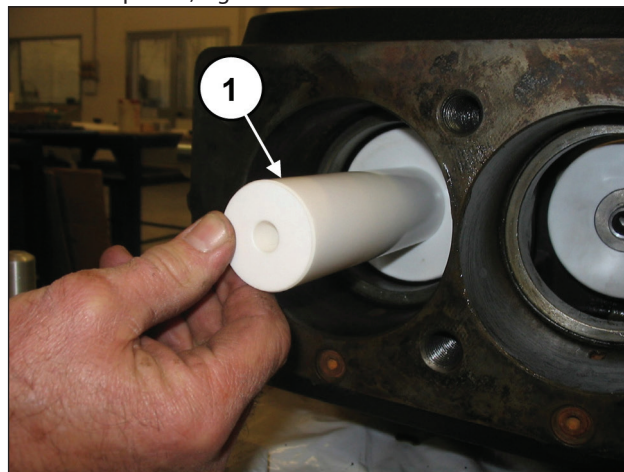
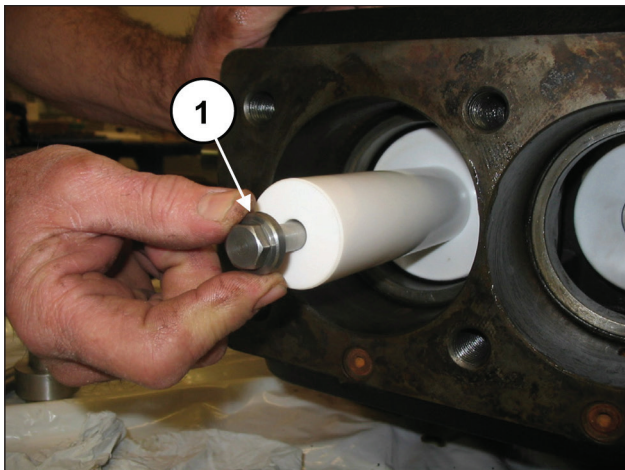

Fig. 147
Fig. 148
Montar los pistones en sus guías (pos. ①, Fig. 147) y fijarlos como en la pos. ①, Fig. 148.